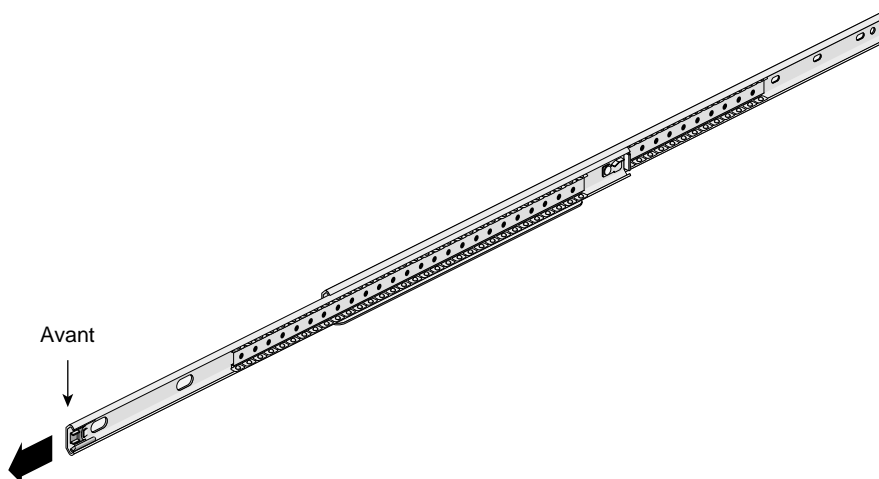

Figure 2-2 Identification de l'avant de la glissière
3. Identifiez l'avant de la glissière. La flèche sur la Figure 2-2 indique l'avant de la glissière.